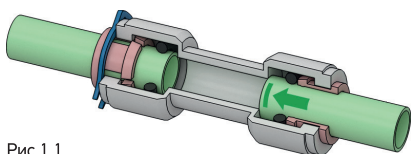

Рис.1.1
1. Вставьте трубку подводки (здесь и далее выделено зеленым) в отверстие цанги (здесь и далее выделено розовым) до упора (рис. 1.1).